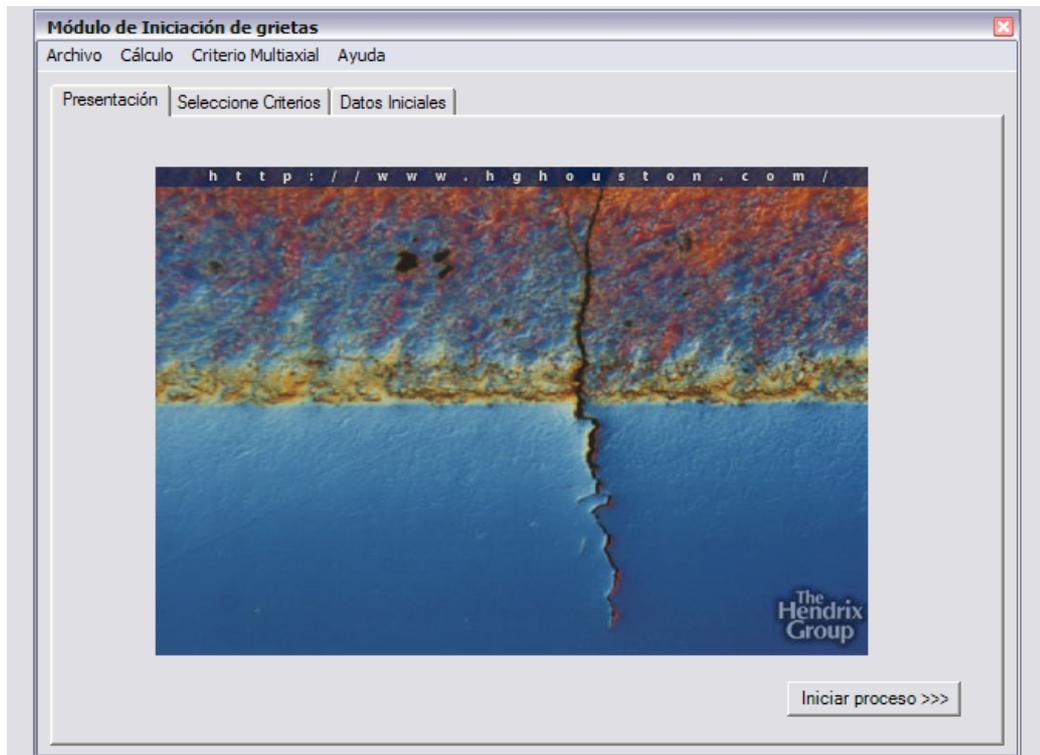
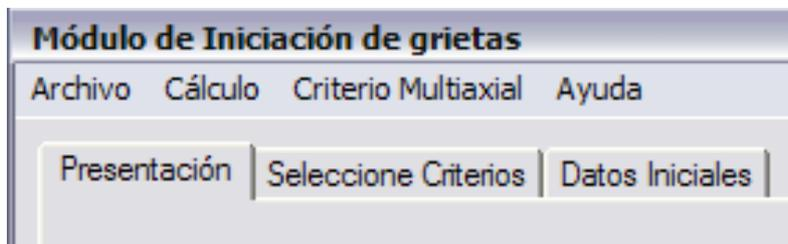

Figura 5.2: Vista del Módulo de Iniciación.
Figura 5.3: Barra de menú del Módulo de Iniciación.
Una vez dentro del módulo (ver vista en figura 5.2), puede observarse una barra de título como la que aparece en la figura 5.3. Las opciones son:
- Presentación: muestra una imagen inicial y la opción de iniciar el proceso de cálculo (ver figura 5.2)